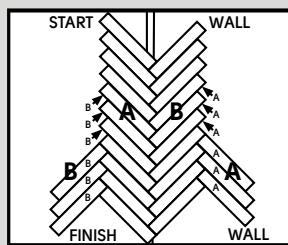

Fig. 7
- Begin bij de 'eindmuur' en schuif de eindvoeg van een plank 'B' in de zijkant van een plank 'A'. Schuif plank 'B' terug in het uiteinde van plank 'A' met een kleine hoek tot ze vastzit (Fig. 7). Opmerking: indien er van de middellijn wordt afgeweken, kan het product over de vloer worden geschoven om dit te corrigeren (Fig. 7).